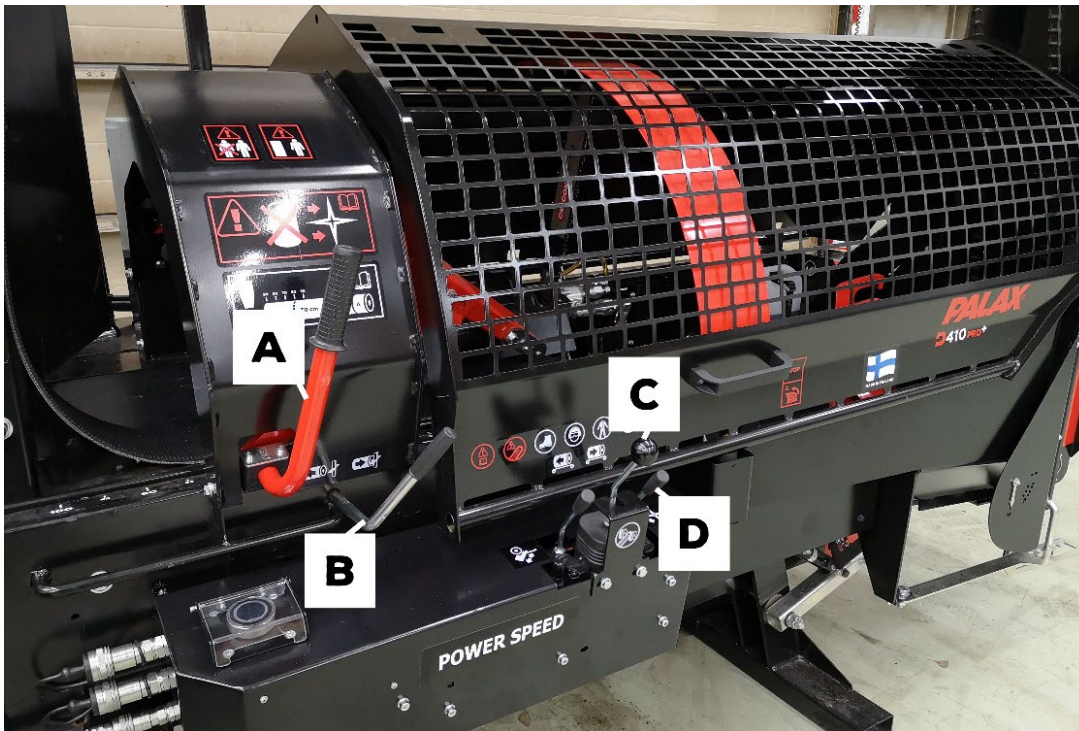

Abbildung 10
5. Ziehen Sie die Verriegelung A auf, Abb. 10.
7. Entfernen Sie die Kettenhaltestange B, Abb. 10, und befestigen Sie sie an den Bohrungen C am Rand des Förderers.